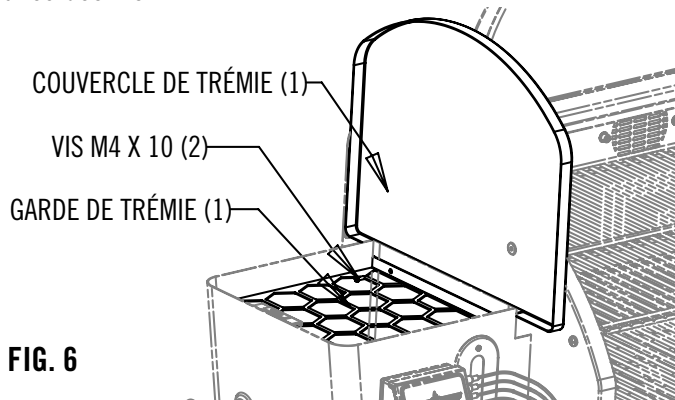

FIG. 6
1. Monter la grille et le couvercle comme indiqué à la Fig. 6. La languette du réservoir doit être insérée dans la fente de la grille. Attacher la grille et le couvercle au réservoir avec des vis.